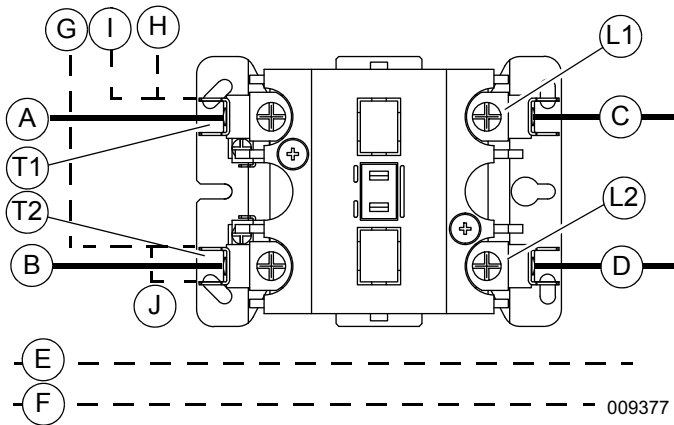

Figure 3-2. Schéma de câblage
4. Voir **Figure 3-2**. Connecter les fils des lignes d'alimentation (A, B) sur le côté « Line » du contacteur du module SMM. Serrer les bornes au couple de 60 **lb-po** (6,8 Nm).